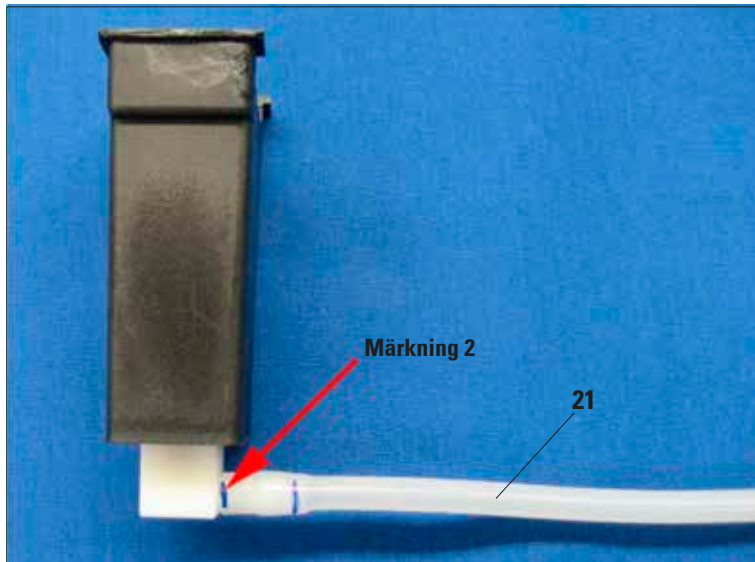

Bild 26
- Tryck sedan på slangen (21) ända in på anslutningen genom att vrida tills änden av slangen ligger tätt an mot anslutningens sidoyta (bild 26).